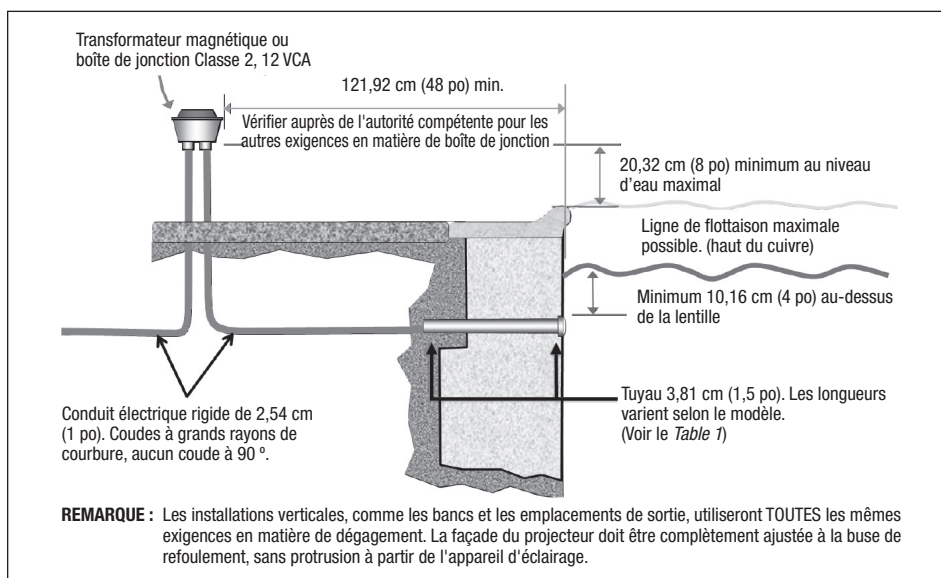

Figure 1. Installation du projecteur DEL Jandy avec raccord en plastique standard de 3,81 cm (1,5 po)
REMARQUE : L'électricien doit compléter les étapes préparatoires avant d'installer l'appareil d'éclairage. Voir la *Figure 1*.
1. La boîte de jonction ou le transformateur magnétique à basse tension doit être situé à au moins 20,32 cm (8 po) (mesuré à partir de l'intérieur de la partie inférieure de la boîte de jonction ou du transformateur) au-dessus du niveau d'eau MAXIMAL ou au moins 10,2 cm (4 po) au-dessus du niveau du sol ou du pourtour de la piscine, selon ce qui est le plus élevé. La boîte de jonction ou le transformateur magnétique 12VAC doit également être installé à au moins quarante-huit (48) pouces (4 pieds) du bord de la piscine, ou selon les instructions du fabricant de la boîte de jonction et/ou du transformateur. Voir la *Figure 1*.
- Une applique murale ou une buse de refoulement standard de 3,81 cm (1,5 po) en plastique (non fournie) doit être installée de façon à ce que le bord supérieur du projecteur subaquatique soit à au moins 10,2 cm (4 po) sous la surface de l'eau de la piscine. Voir la *Figure 1*.